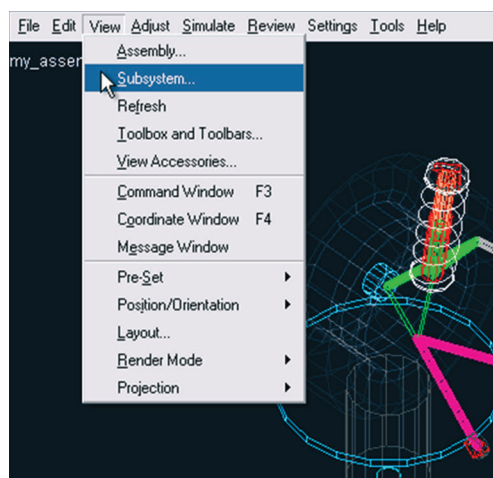

Figura 4.191 – Visualizando o sub-sistema suspensão.
- Na área de trabalho *Standard* do ADAMS/Car selecione o menu *View* → *Subsystem* (Figura 4.191).